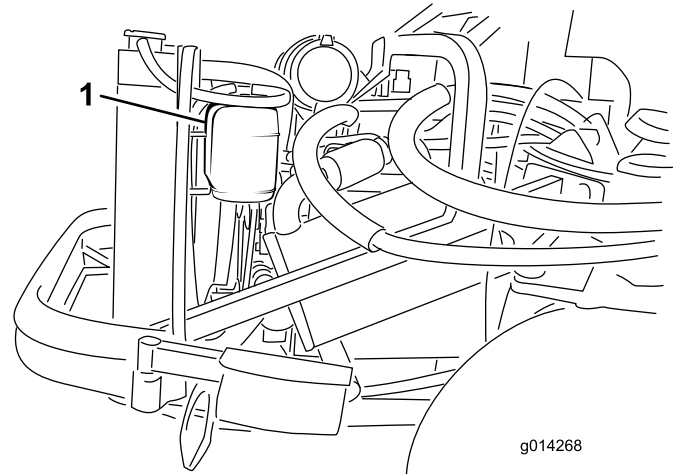

Figure 33
1. Vérifiez le niveau du liquide de refroidissement dans le vase d'expansion (Figure 33). Il doit se situer entre les repères qui figurent sur le côté du réservoir.